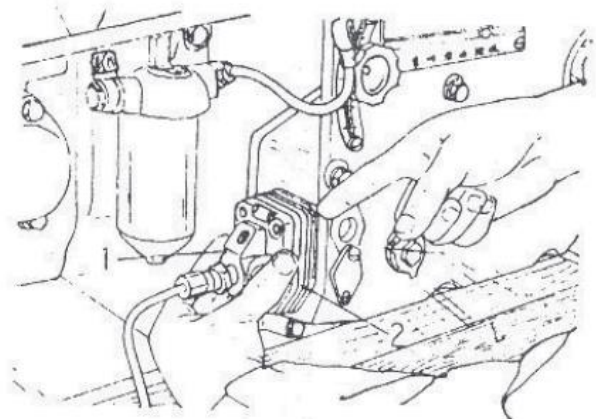

Fig. 12- Ajustar a temporização da injeção de combustível aumentando ou reduzindo o número de calços
(5) - Increase or decrease the number of joints. Increase the number of shims if the injection timing is advanced. Reduce number of joints if delayed (Fig. 12)